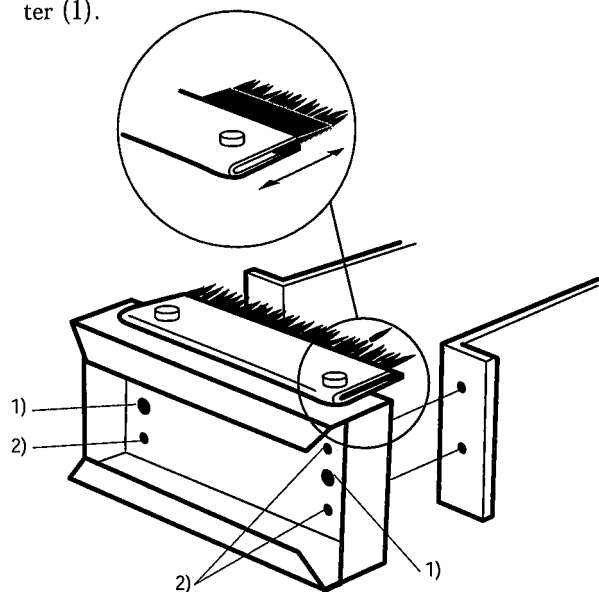

Fig. 5
1. Ta bort inspektionsdörren genom att trycka ut springarna ur gångjärnen. Demontera mittbalken genom att lossa mutter och skruv (1), ta bort de mindre skruvarna (2), se fig. 5.
1. Lossa låsmutterar och låsskruv (1) 1–2 varv på tvärbalk Fig. 5.